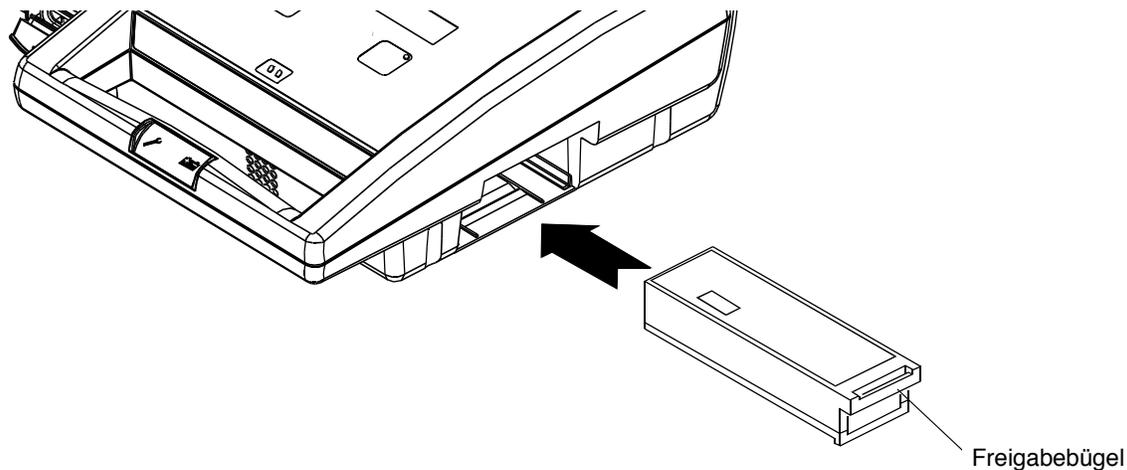

Abbildung 2-3 Batterieinstallation
- 1 Die Batterie mit dem Anschlußende zuerst wie in Abbildung 2-3 dargestellt in das Batteriefach schieben.